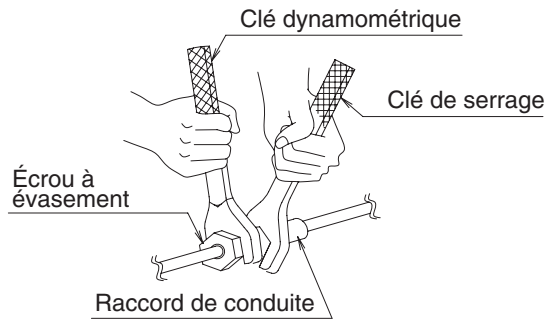

Fig. 10
- Au moment de relier la tuyauterie au climatiseur, veillez à utiliser une tricoise et une clé de couple, comme montré dans la **Fig. 10**.